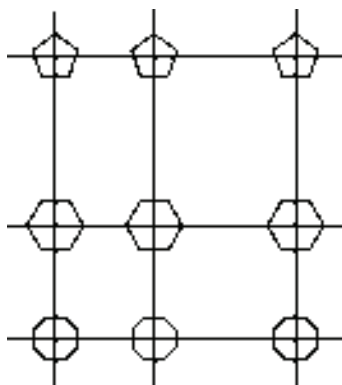

图 4-23 更改为“正八边形”
6) 在“标准柱”对话框中选择类型为“正八边形”的柱子, 将半径参数设置为 500, 替换图中的矩形标准柱, 结果如图 4-23 所示。